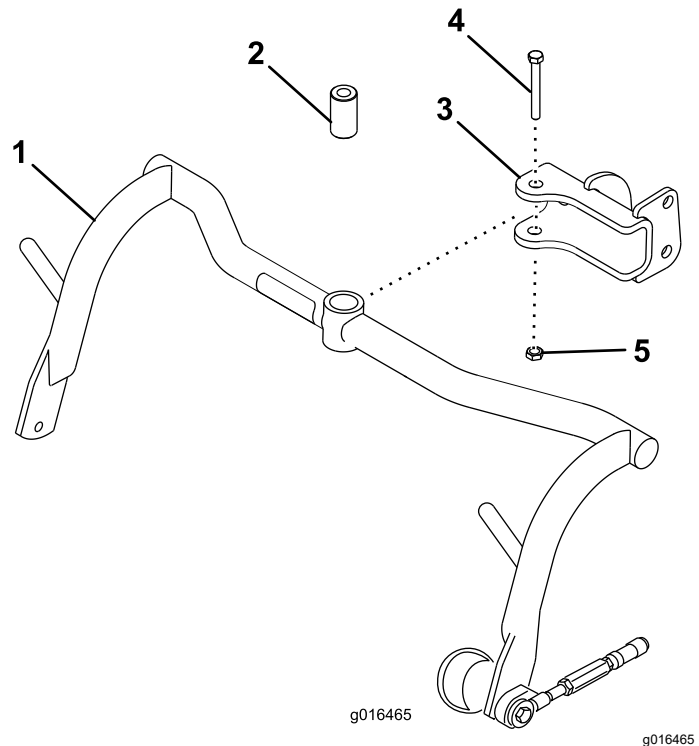

Figura 5
1. Monte um conjunto de estrutura de suporte em cada manilha com um espaçador e parafuso ($\frac{1}{2}$ x $3\frac{1}{4}$ pol.); consulte Figura 5. Aperte com 91 a 113 N·m.